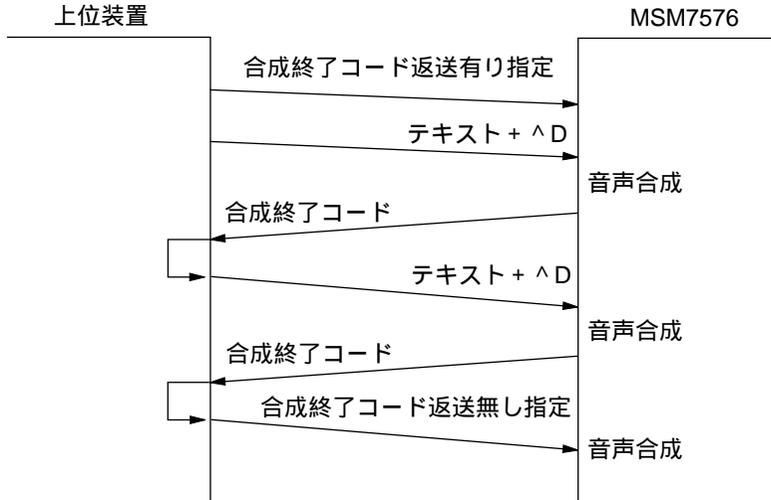

図1：合成終了コード返送有のときのシーケンス
本LSIを、合成終了コード返送有で使用する場合、上位装置はテキスト1文書づつにレスポンス要求コード $\wedge D$ (04H) を付加して本LSIへ送信します。上位装置は、本LSIが合成終了コードを送信するまで、次のテキスト注 (1) またはレベル1制御コードを送信してはなりません。図1に合成終了コード返送有のときのシーケンスを、図2に合成終了コードの形式を示します。